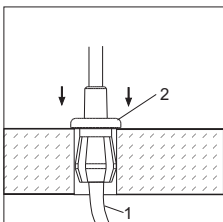

Abb. 2 Fig. 2
- Stecken Sie den Steckfuß mit den Anschlusskabeln durch die Bohrung (Abb. 2). Stecken Sie den Haltering von unten auf den Steckfuß falls erforderlich.